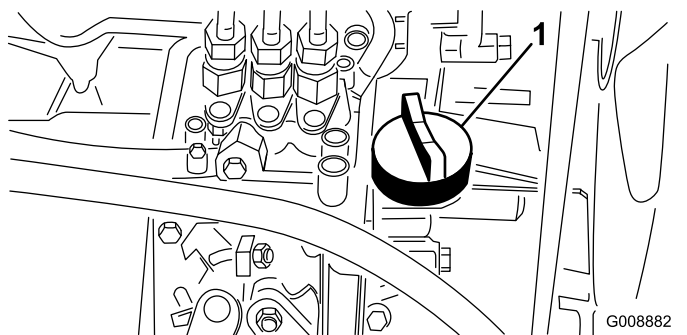

Figura 25
4. Se l'olio è insufficiente, togliete il tappo di rifornimento (Figura 25) e aggiungete lentamente piccole quantità di olio, controllando spesso il livello, finché non raggiunge il segno di pieno sull'asta.